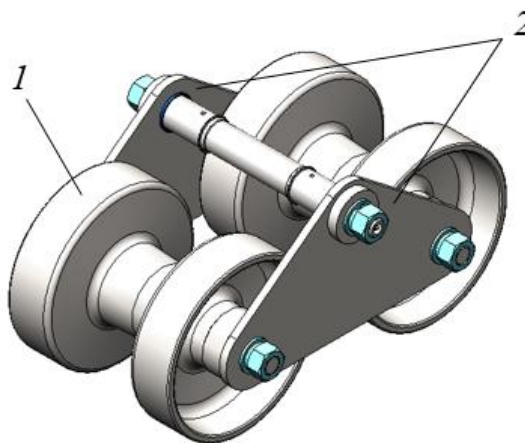

Рисунок 5.51. Внешний осмотр опорных катков и качающейся основы опорных катков
- ▶ Провести визуальный осмотр, рис. 5.51. Не допускается течи масла из-под опорных крышек;